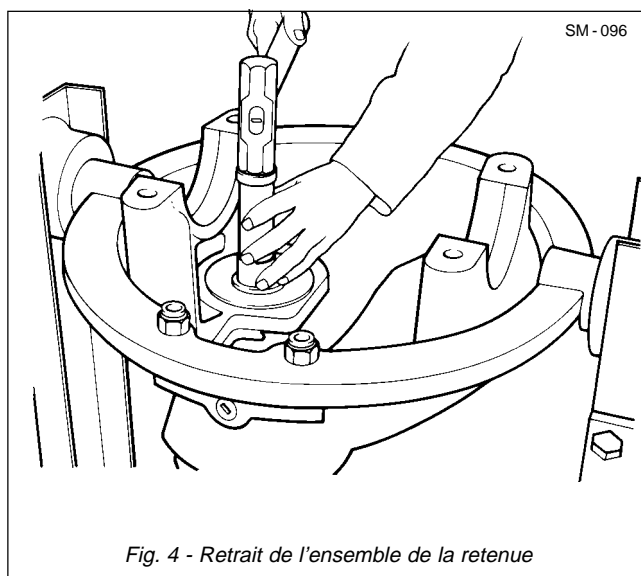

Fig. 4 - Retrait de l'ensemble de la retenue
5. Déposez le bouchon (20) et la goupille de retenue du roulement (19) du carter du support (15).
6. Déposez les vis sans tête (51) et vissez deux boulons 1/2" - 13 UNC dans les orifices taraudés de la bride de la cage de roulement (11) en utilisant ces boulons comme extracteur pour déposer l'ensemble de la cage de roulement (11).
**Note:** Si la procédure de dépose ci-dessus de l'ensemble de la cage ne peut être exécutée, la méthode suivante peut être utilisée : inversez le carter de support (15), comme indiqué dans la Fig. 4, puis sortez la cage de roulement (11) du carter de support (15). Lors de cette opération, veillez à ne pas oblitérer la dimension corrodée sur le bas de l'arbre du pignon satellite (23).
7. Séparez l'ensemble de la cage de roulement (11) du carter de support (15) et déposez les rondelles (12, 13 et 14). Reliez avec du fil métallique le jeu de rondelles pour faciliter le remontage.
8. Maintenez le pignon satellite et l'ensemble de la cage à la main avec le pignon satellite (23) dirigé vers le haut. Tamponnez l'extrémité cannelée de l'arbre du pignon satellite (23) contre un morceau de bois jusqu'à ce que l'ensemble de la cage de roulement (11) se détache de l'arbre du pignon satellite (23).
9. A l'aide d'un étau à mors doux, avec les mors ouverts en largeur un peu plus que l'alésage de la cage de roulement (11),